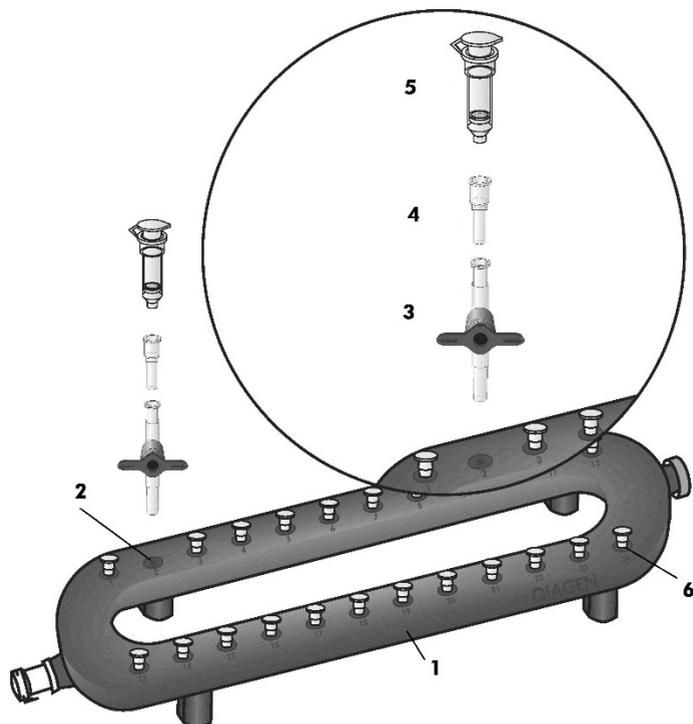

Figure 5. Configuration du QIAvac 24 Plus avec les colonnes QIAamp Mini en utilisant des VacValves et des VacConnectors.
5. Si nécessaire, insérez un tube d'extension dans chaque colonne QIAamp Mini (voir la Figure 5).